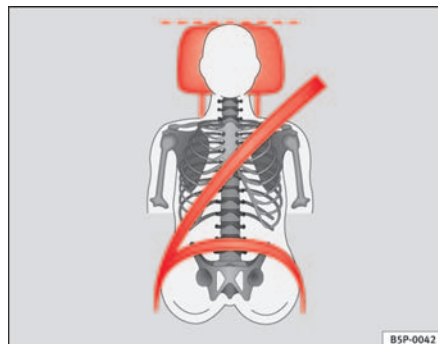
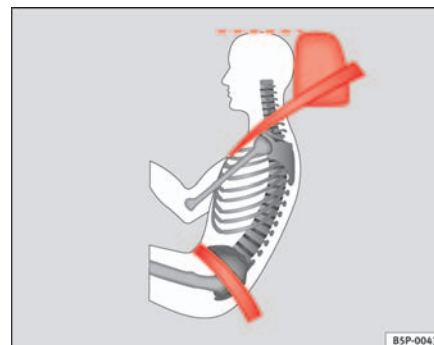

Fig. 90 Poggiatesta e cintura di sicurezza posizionati correttamente (visti da davanti)
Fig. 91 Posizione corretta del poggiatesta e della cintura di sicurezza (visti di lato)
- Regolare il poggiatesta portando il suo bordo superiore alla stessa altezza della parte superiore della testa, almeno all'altezza degli occhi ⇒ fig. 90 e ⇒ fig. 91.